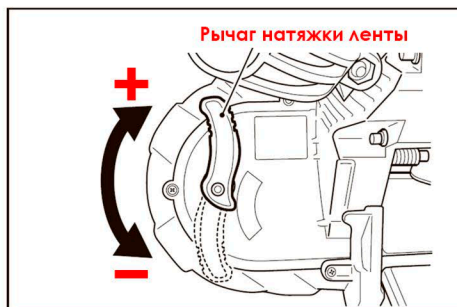

Рис.3
1. При установке или снятии пильной ленты переведите рычаг натяжки ленты из положения (+) в положение (-). Приводной шкив при этом отодвигается внутрь, ослабляя давление на пильную ленту (Рис. 3).